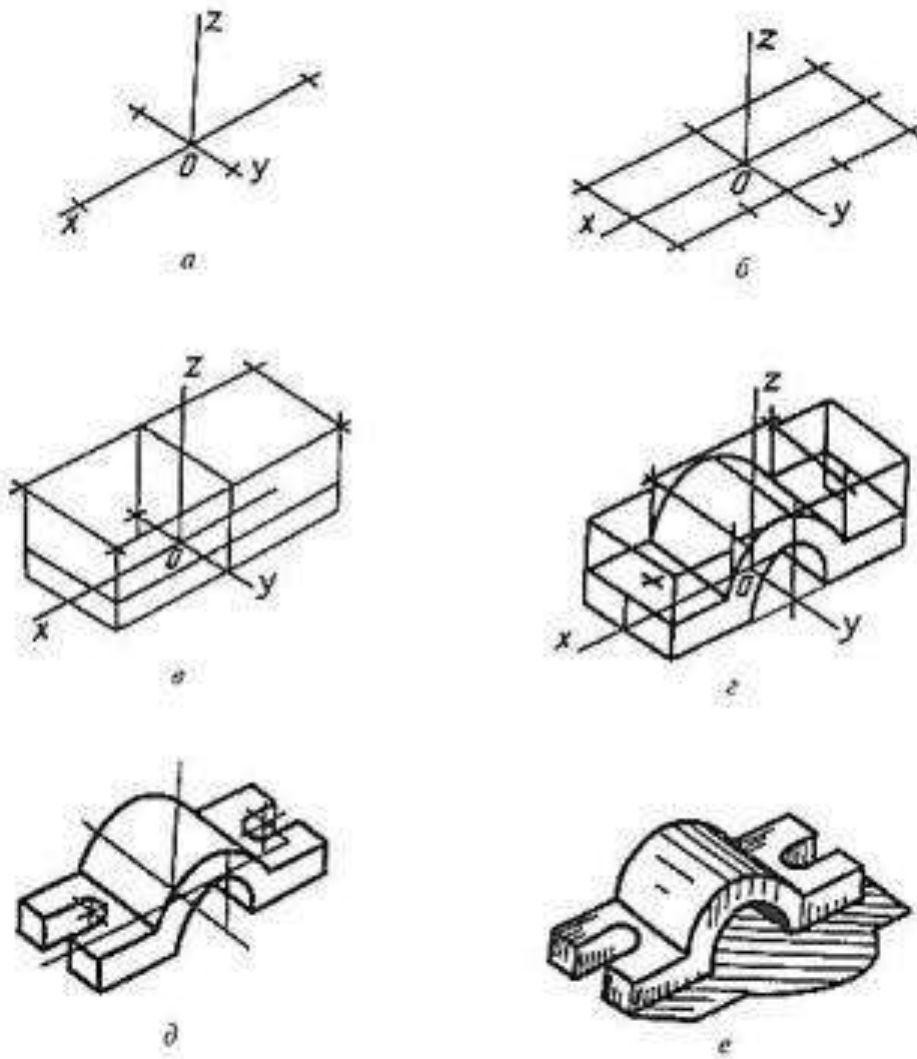

Рисунок 3 - Последовательность выполнения технического рисунка
1. В выбранном на чертеже месте строят аксонометрические оси и намечают расположение детали с учетом максимальной ее наглядности (рис. 3, а).
2. Отмечают габаритные размеры детали, начиная с основания, и строят объемный параллелепипед, охвативший всю деталь (рис. 3, б).
3. Габаритный параллелепипед мысленно расчленяют на отдельные геометрические формы, составляющие его, и выделяют их тонкими линиями (рис. 3, в).
4. После проверки и уточнения правильности сделанных намёток обводят линиями необходимой толщины видимые элементы детали (рис. 3, г, д).
6. Выбирают способ оттенения и выполняют соответствующую дорисовку технического рисунка (рис. 3, е).